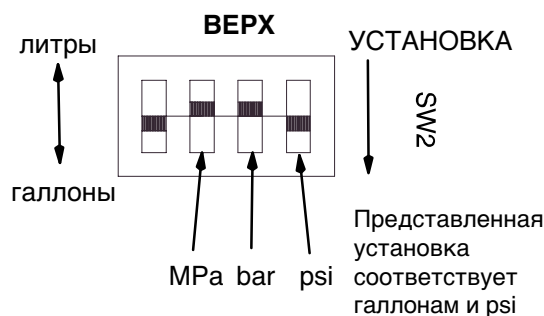

Рис. 13
- Установите переключатели в нужное положение, Рис. 13.